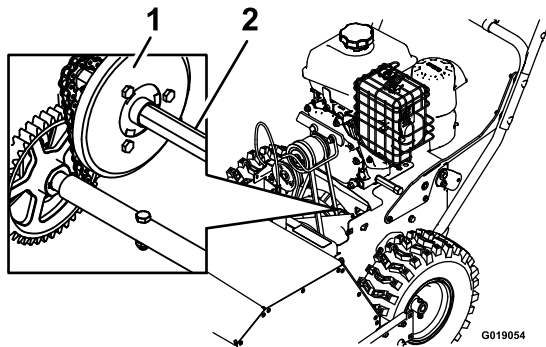

图20
重要事项：切勿把油弄到橡胶轮或摩擦驱动铝板上，因为牵引驱动装置会打滑（图20）。
4. 用干净的小头长柄油漆刷蘸上汽车机油，轻轻润滑六角轴（图20）。